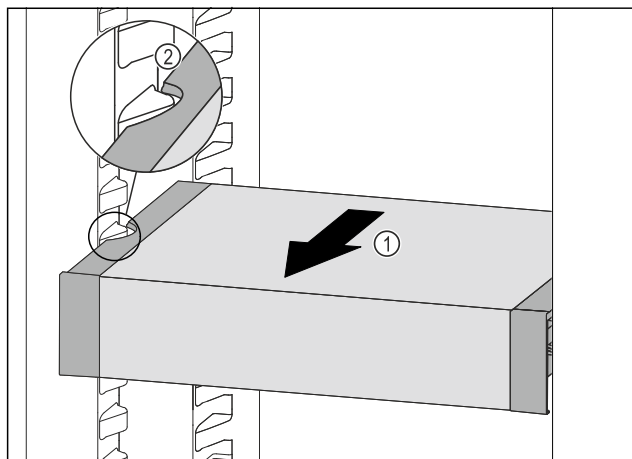

Fig. 98
- ▶ 向前拉动 VarioSafe Fig. 98 (1)，直至 VarioSafe 的侧部凹槽与冷藏区中的容器肋梁持平。 Fig. 98 (2)